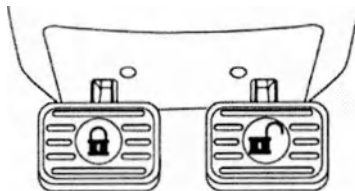

Рисунок 2-12. Педали блокировки и освобождения тормоза
- Для блокировки тормозов: нажмите педаль блокировки один или два раза (Рис. 2-12). Каждый раз вдавливайте педаль полностью, до упора. Педаль сама возвращается в исходное верхнее положение после прекращения нажима.